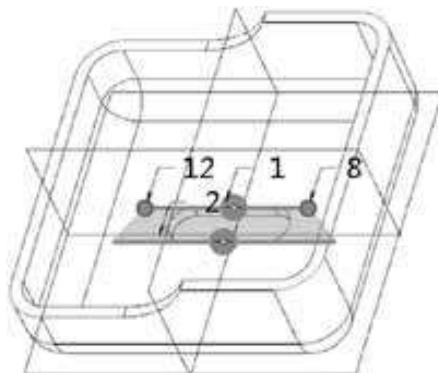

图2-26 拖动曲面的控制点，使曲面比缺口大
Step 05 拖动曲面的控制点，使曲面比孔大（不能比孔小），如图2-26所示。